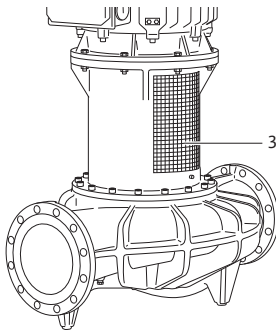

Fig. 38 : Protection d'accouplement monté
- **N'exploiter la pompe qu'avec des plaques de protection d'accouplement montées (fig. 38, Pos. 3) .**